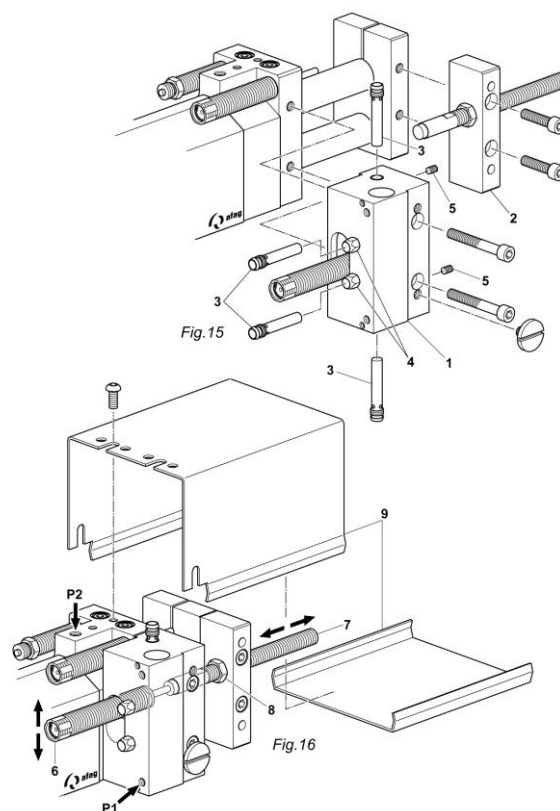

Abb. 13 Anbauvarianten mit Handschutz „schmal“ oder „breit“
1. Zwischenanschlagmodul ZA 32 (Abb. 13, 1) und Anschlagstangenmodul hinten (Abb. 13, 2) an das LM 32 montieren
2. Initiatoren (Abb. 13, 3) verschieben, um deren Position einzustellen
3. Danach Initiatoren mit Initiatorhalter (Abb. 13, 4) bzw. Stiftschrauben Abb. 13, 5) sichern.
- Der Stossdämpfer (Abb. 13, 6) fährt in die obere Position
- Die Anschlagstange (Abb. 13, 7) fährt nach links bis Begrenzung durch Stossdämpfer (Abb. 13, 6)
6. Kontermutter (Abb. 13, 8) lösen und Zwischenposition durch Ein- oder Ausschrauben der Anschlagstange (Abb. 13, 7) einstellen.
7. Anschlagstange mit Kontermutter (Abb. 13, 8) sichern
8. Handschutz (Abb. 13, 9) montieren